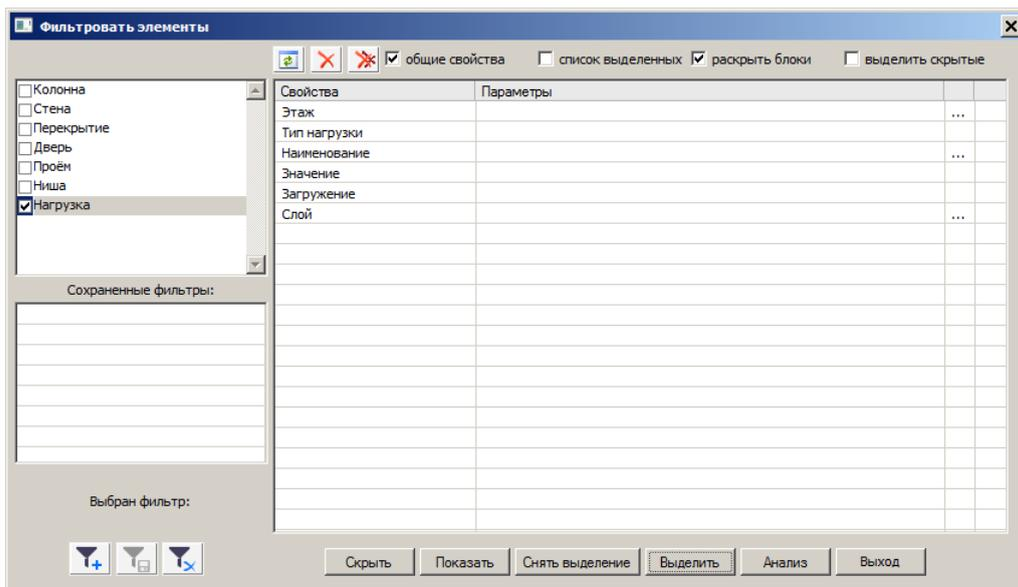

Рис.6.21. Диалоговое окно **Фильтровать элементы**
- Вызовите диалоговое окно **Фильтровать элементы** (рис.6.21) щелчком по кнопке  - **Фильтр** на панели инструментов **Визуализация**.